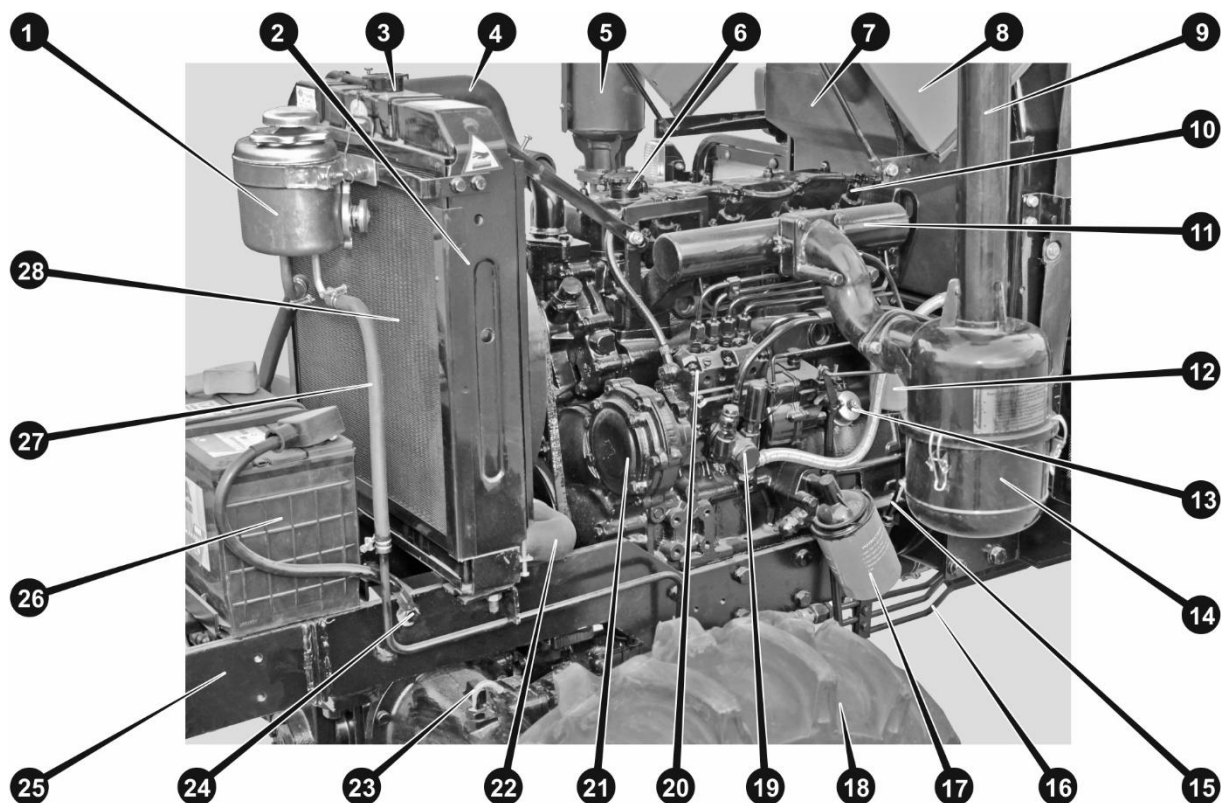

Рисунок 4.1. Двигун ZN 490BT, вид зліва
Трактори DF серії 404 обладнані системою очищення повітря з масляним інерційно-контактним повітряним фільтром. Очисник повітря встановлений з лівого по ходу руху трактора боку двигуна. З метою захисту фільтруючих елементів фільтра повітря від попадання великої кількості пилу і бруду з-під коліс трактора, а також для уникнення попадання води при подоланні водних перешкод, повітрязабірник винесено на трубі на висоту більше 1,6 метра. Для полегшення пуску двигуна в холодну пору року на патрубку повітряного колектора двигуна встановлена факельна свіча підігріву (11) (див. рис. 4.1.), керована з центрального перемикача («замка запалювання»).
Паливний бак встановлений в спеціальній захисній арці між двигуном і робочим місцем водія (див. рис. 4.1. і 4.2.). Заливна горловина паливного бака виведена в підкапотний простір. Але для заливки палива в паливний бак немає необхідності піднімати капот, оскільки в верхній частині капота є спеціальний отвір. Для очищення палива передбачено декілька ступенів фільтрації. У заливній горловині паливного бака встановлений сітчастий фільтр, що захищає систему від попадання сміття при заправці з відкритої тари в польових умовах. При заправці заправним пістолетом або спеціальним насосом через шланг, сітчастий фільтр необхідно виїняти, щоб уникнути розбризкування палива від струї під тиском. Паливо з паливного бака по трубопроводах низького тиску надходить у фільтр-відстійник, потім в паливний насос підкачки, в фільтр тонкого очищення, в ПНВТ і далі - по трубопроводах високого тиску - до форсунок.